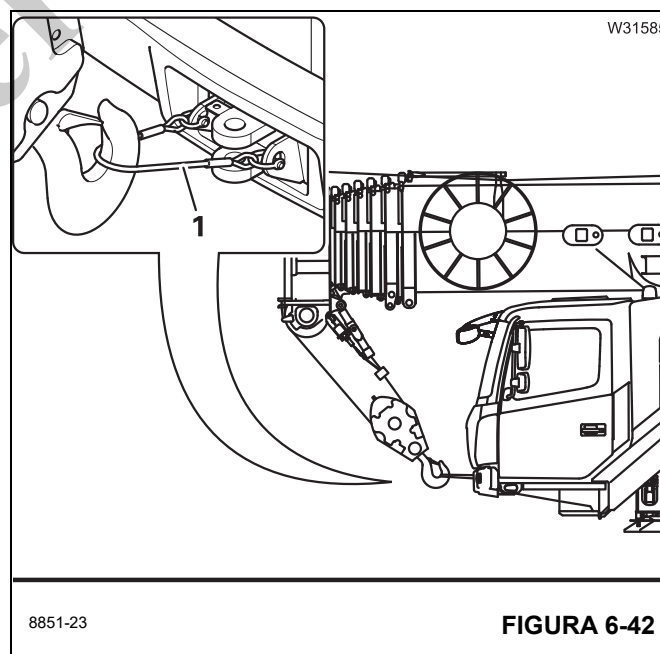

FIGURA 6-42
- Desconecte el aparejo de gancho del cable de retención (1), (Figura 6-42).
- Eleve el aparejo de gancho verticalmente sobre el cable de retención (1), (Figura 6-42).
- Baje el aparejo del gancho y conéctelo al cable de retención (1), (Figura 6-42).